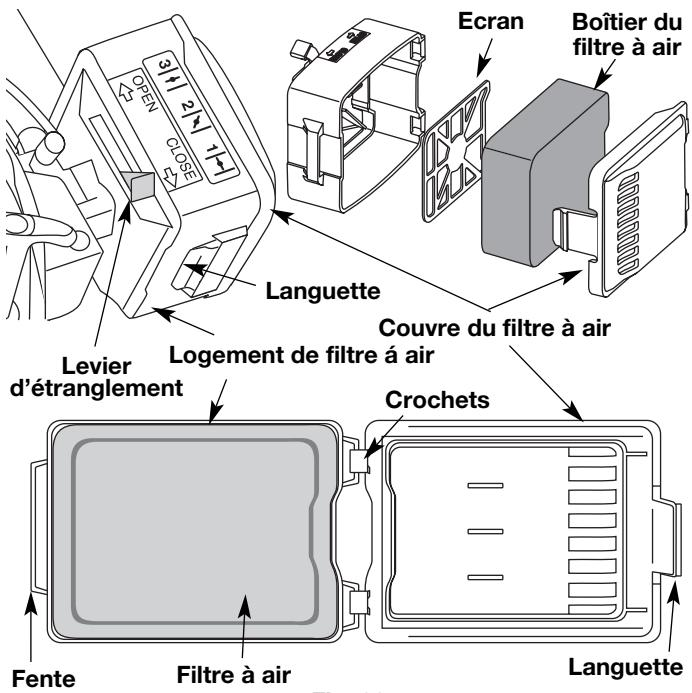

Fig. 22
1. Ouvrez le couvercle du filtre à air. Enfoncez la languette située à gauche du couvercle, tirez celui-ci vers vous pour le dégager du boîtier du filtre à air (Fig. 22).
2. Retirez le filtre à air et l'écran derrière lui (Fig. 22).
6. Replacez le filtre et l'écran (Fig. 22).
gauche du filtre à air dans les fentes situées à gauche du boîtier du filtre à air (Fig. 22).
8. Pivotez le couvercle vers la droite jusqu'à ce que la languette du couvercle du filtre s'enfonce d'un déclic dans la fente sur le côté droit du boîtier du filtre (Fig. 22).